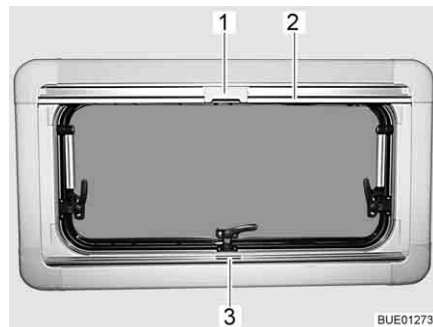

Bild 101 Överkantshängda fönster
- Ta tag i mitten på plisségardinens list (Bild 101,3) och drag den nerifrån och uppåt och släpp den vid önskad höjd. Plisségardinen stannar på denna höjd.
- Drag, med listen, (Bild 101,2) ner insektsnätet tills listen stöter mot plisségardinen (Bild 101,3).
- Lås fast insektsnätets spärr (Bild 101,1) på plisségardinens list.
- Tryck spärren (Bild 101,1) upptill på insektsnätet bakåt.
- För långsamt tillbaka insektsnätet med listen (Bild 101,2).